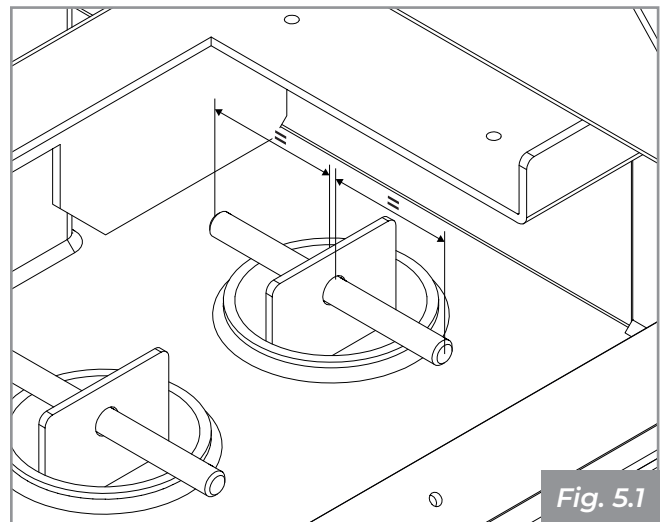

Fig. 5.1
- verificar el correcto posicionamiento de las clavijas en los turbuladores (**Fig. 5.1**) y de los deflectores de la repisa de humos;